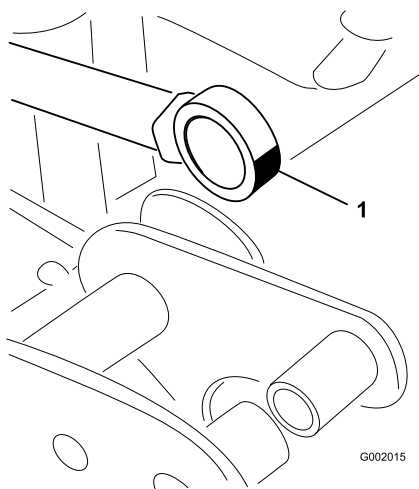

図 35
5. アクチュエータ・ロッドのベアリング端部を動かしながらベアリング内部にグリスを注入する(図 35)。はみ出したグリスはふき取る。